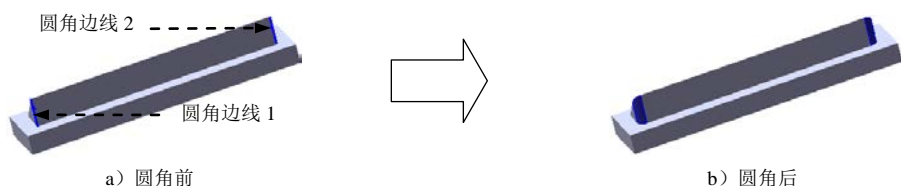

图 9.7 圆角 1
(4) 单击  按钮, 完成凸台一拉伸 2 的创建。
Step4. 创建图 9.7 所示的圆角 1。